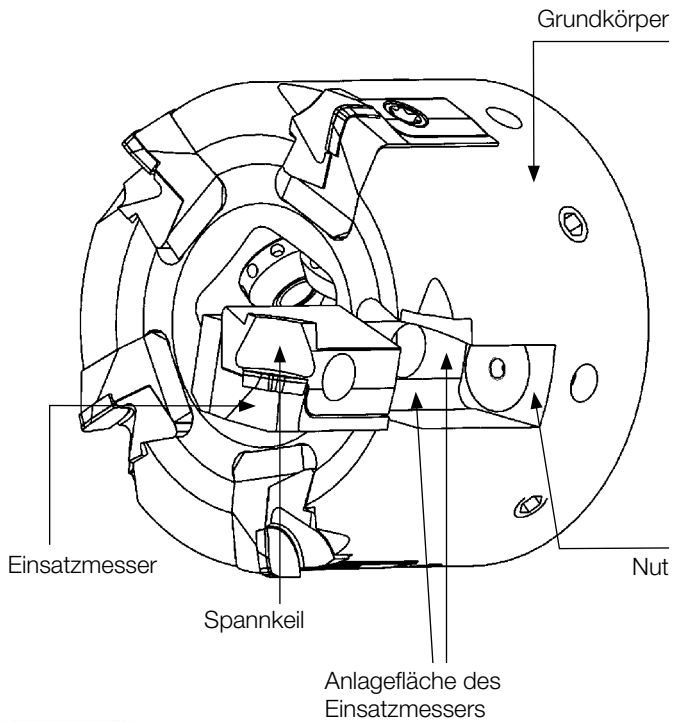

ABB. 3
- Einsatzmesser zusammen mit dem Spannkeil in die Nut am Grundkörper einführen, um ein Verkanten der beiden Teile zu verhindern, sind sie gegen die Anlageflächen am Grundkörper zu drücken. (Abb. 3)